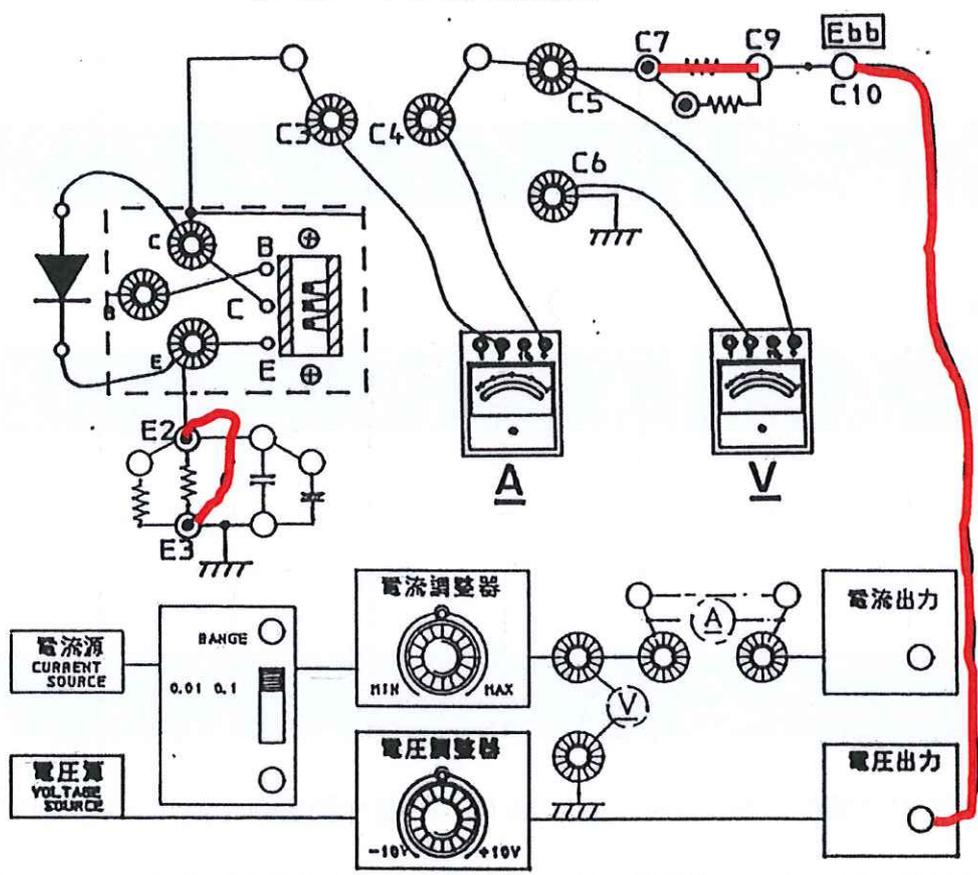

図 5.5 測定実態配線図
- (1) 実習装置の電源スイッチがOFFであることを確認する。
- (2) 図5.5に示した測定実態配線図のように, アノードを実習装置の端子C(+), カソードを端子E(-)に接続する。
- ㊟ (2)のダイオードの接続方法は, 「順方向バイアスでの特性測定」を目的としている。
- (3) 電流計を端子C3と端子C4, 電圧計を端子C5と端子C6にそれぞれ接続する。
- (4) 図5.5に示した測定実態配線図のように, 端子E2と端子E3, 端子C7と端子C9および端子C10と電圧出力端子をそれぞれリード線で接続する。
- (1) 測定結果(表5-1およびグラフ)を整理し, それぞれ結果について考察する.
- (2) 図5.5の測定実態配線図を, 回路記号を用いて回路図に書き直す.
- (3) pn接合に空乏層ができる理由を説明する.